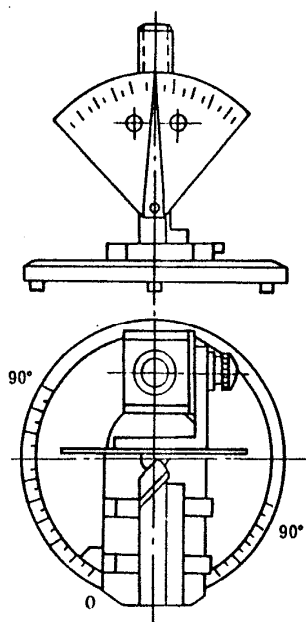

图 2 原始位置调整
(1)原始位置调整：将量角台的大小指度片及测量台指度片全部调到零位，并把刀具放在测量台上，使车刀贴紧定位块、刀尖贴紧大指度片的大面。此时，大指度片的底面与基面平行，刀杆的轴线与大指度片的大面垂直，如图 2 所示。